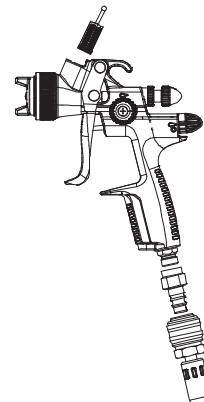

рис. 3
6. Накрутите ниппель быстроразъемного соединения (не входит в комплект поставки) на входной воздушный фитинг (рис. 3).
7. Подсоедините шланг для сжатого воздуха (рис. 3).